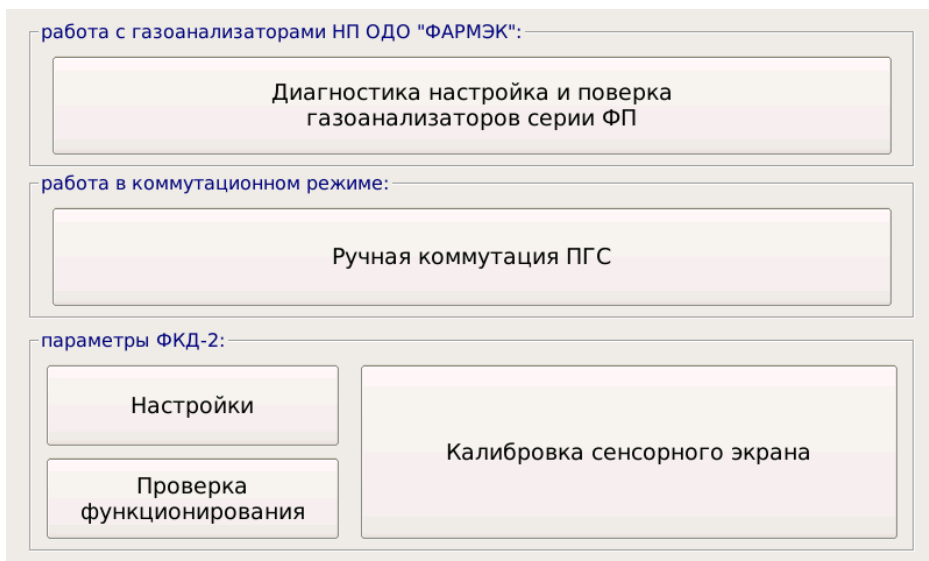

Рисунок 8.1. Главное меню.
8.1 После подачи питания, ФКД-2 в течении 30 секунд происходит загрузка устройства. В это время все клапана закрыты. После загрузки на дисплей выводится основное меню графического интерфейса (Рисунок 8.1).